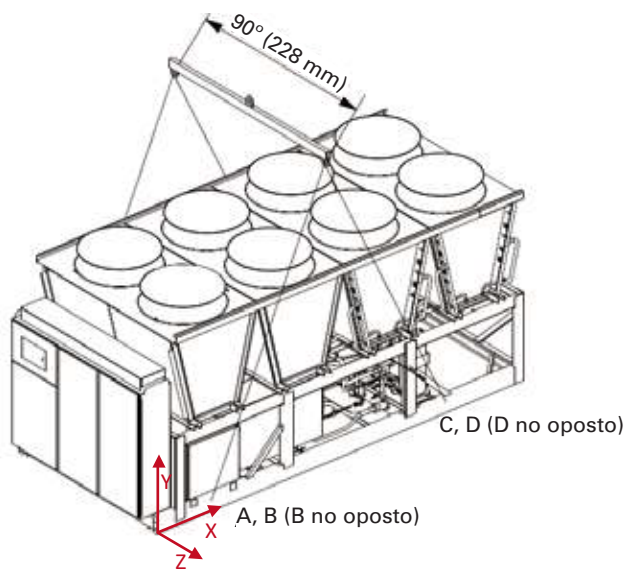
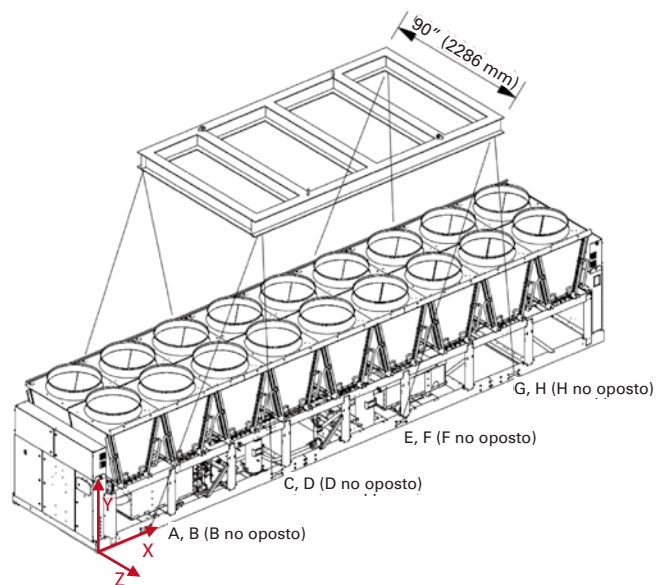

Figura 10. Esquema de içamento da unidade (4 pontos)
Figura 12. Esquema de içamento da unidade (8 pontos)
1. Levante a unidade apenas na posição marcada da unidade. Não use empilhadeira com a unidade. O içamento deve usar o equipamento correspondente, consulte da Figura 10 à Figura 12.